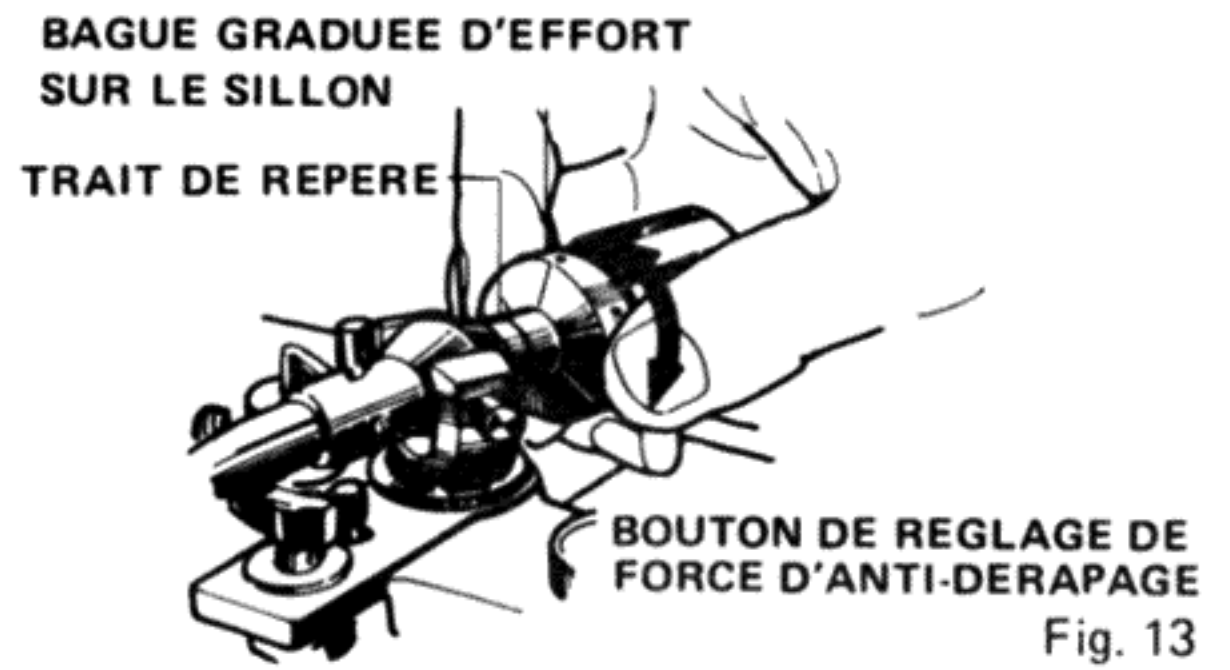

Fig. 13
6. En maintenant le contrepoids dans cette position, ne tourner seulement que la bague graduée d'effort sur le sillon de manière que le zéro viennent coïncider avec le trait de repère noir sur le bras acoustique (Fig. 13).